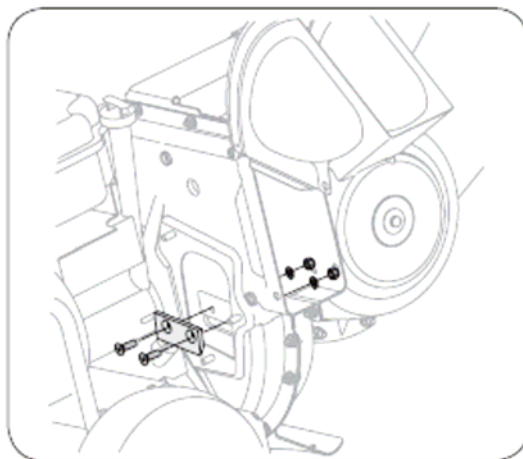

Figure 15
6. Снимите нож, отвинтив шесть внутренних винтов, контргайку, крепящих нож к рабочему колесу (смотри рисунок 15).